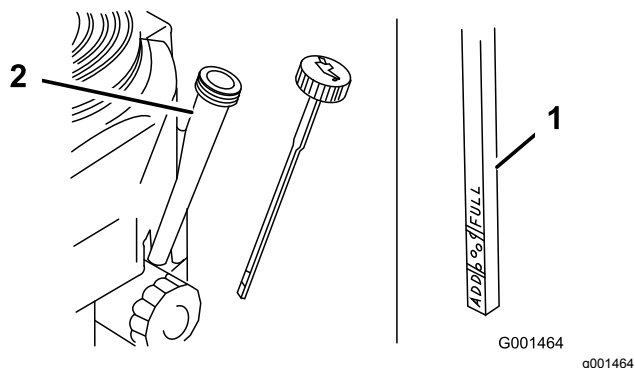

Рисунок 22
- Очистите поверхность вокруг масломерного щупа (Рисунок 22), чтобы загрязнения не попали в заливное отверстие и не повредили двигатель.
- Выверните масломерный щуп и на чисто протрите его конец (Рисунок 22).
- До упора вставьте масломерный щуп в заливную горловину, но не заворачивайте в нее (Рисунок 22).
- Медленно залейте приблизительно 80% указанного количества масла в заливную горловину (Рисунок 22).